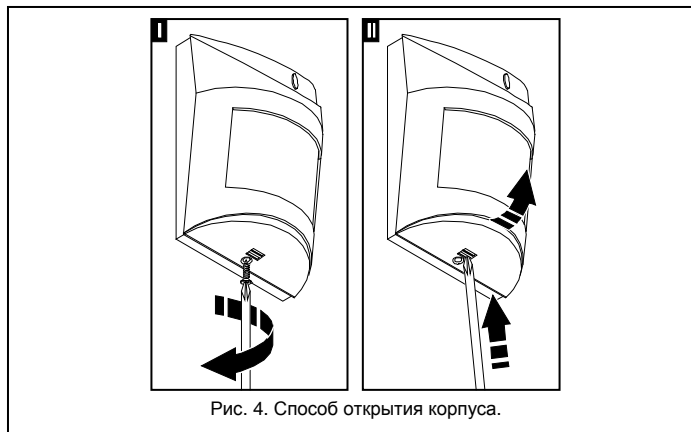

Рис. 4. Способ открытия корпуса.
1. Откройте корпус (см. рисунок 4).